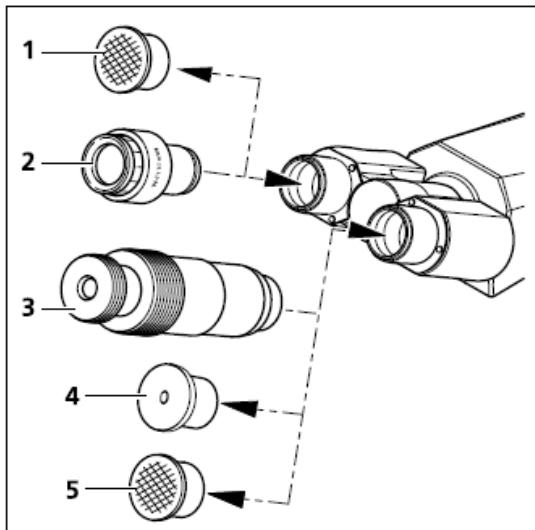

图. 3-6 安装目镜
- | 从双目观察筒上取下防尘的盖子（图 3-6/1 和 5）。
- | 从盒子中取下两个目镜（图 3-6/2），将其插入到双目观察筒，直到插不进去为止。
- | 为了检查和调中孔径光栏、相位环和暗视场光阑的调中相位和暗视场光阑，您可以将一个辅助调节目镜（图 3-6/3）插入目镜位置。并通过调节前镜头来聚焦这些光阑。
- | 辅助调节目镜（图 3-6/3,4）可用来观察锥偏光图像